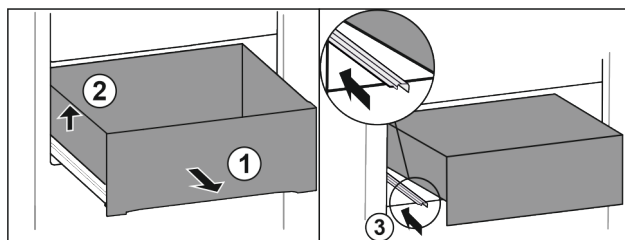

Fig. 82
- Vytiahnite zásuvku až na doraz. Fig. 82 (1)
- Nadvihnite zásuvku doľava. Fig. 82 (2)
- Zasuňte ľavú koľajničku. Fig. 82 (3)